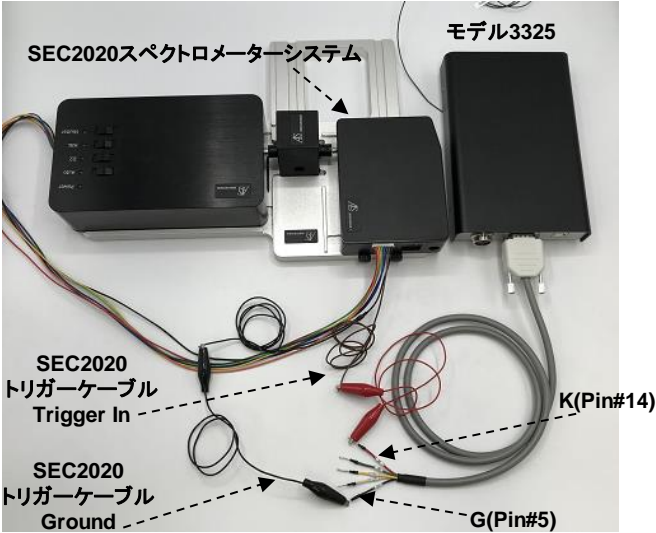

図 3-1 モデル3325とSEC2020のトリガー接続例
- 図3-1は、モデル3325 バイポテンシオスタットとSEC2020 スペクトロメーターシステムのトリガー接続に使用した例を示します。
- 線だし部分のピンのラベル表示を確認し、K(Pin#14,Spectrometer Control)、G(Pin#5,Ground)をそれぞれSEC2020に付属しているトリガーケーブルのTrigger In(茶色)、Ground(黒色)と接続します。図3-1と表3-1をご参照ください。